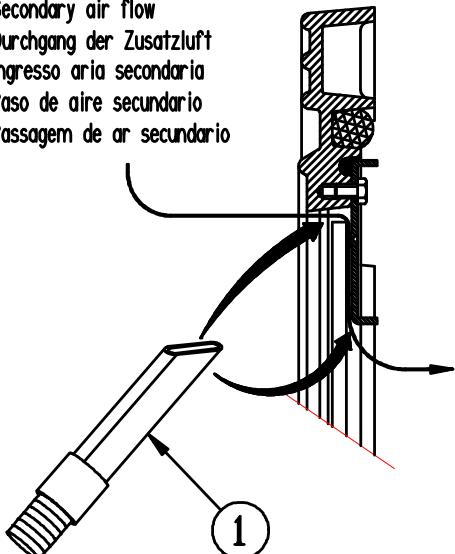

Fig. 6
- Desmontagem do deflector (**Fig. 6**) e (**Fig. 7**) :